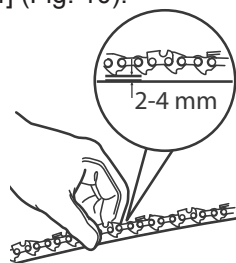

Fig. 10
- > Testez la tension de la chaîne [3] en soulevant la chaîne d'une main sans tenir l'appareil avec l'autre main. La chaîne est suffisamment tendue quand elle peut être décollée de 2-4 mm au niveau du milieu du guide-chaîne [4] (Fig. 10).